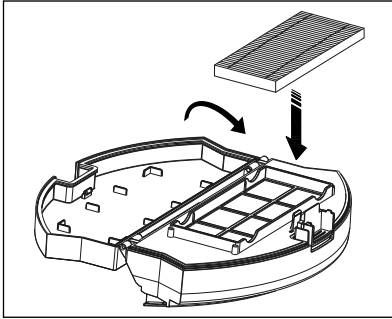

Fig. 13
- 8) Placez à nouveau le filtre EPA 7 dans le compartiment et refermez le bac à poussière 16 (voir fig. 13).